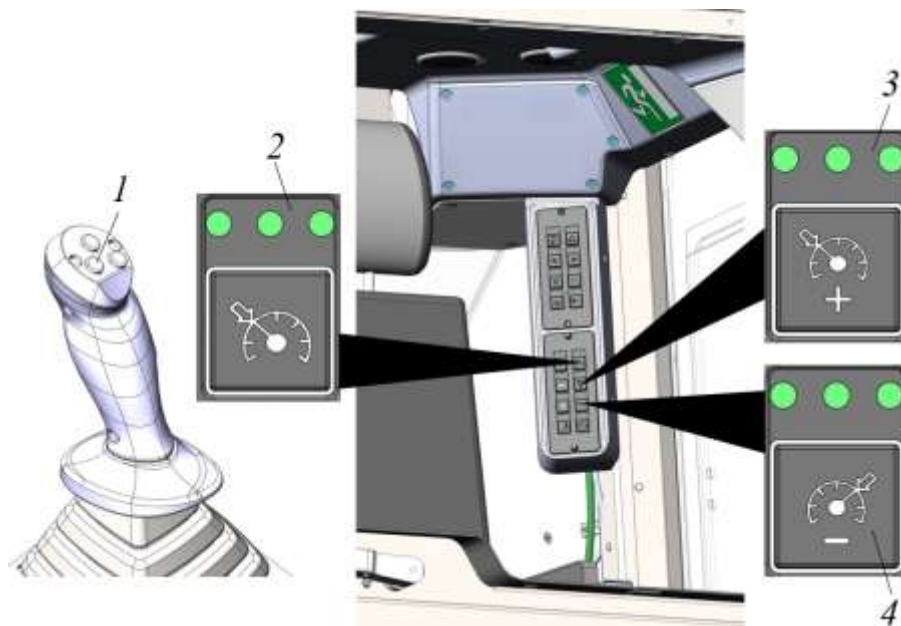

Рисунок 3. 55 Активация ограничения скорости
- ▷ Скорость снижается до 5 км/ч (заводская установка), также есть возможность повысить или понизить скорость с помощью кнопок 3 и 4, см. рис. 3. 55.